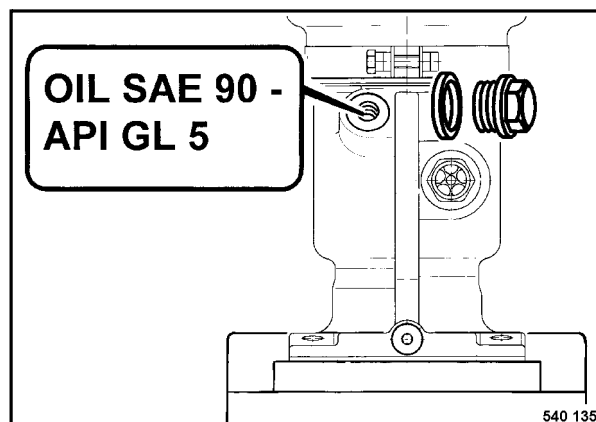

Fig. 5
- Limpiar el tornillo de llenado (Fig. 5) y desenroscarlo.